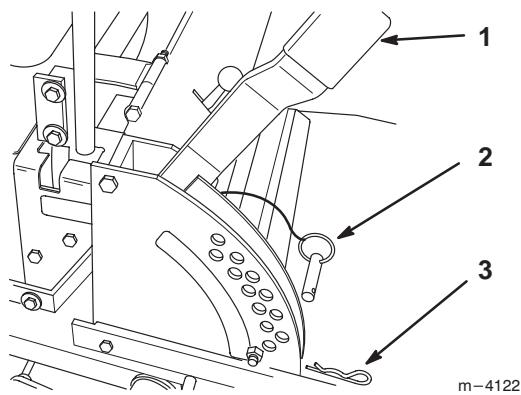

Figure 16
1. Lever le levier de hauteur de coupe en position de transport (correspondant à une hauteur de coupe de 114 mm (4-1/2")) (Fig. 16).
2. Pour régler la hauteur, retirer la goupille épingle et l'axe de chape du support de réglage (Fig. 16).
3. Choisir le trou du support de réglage correspondant à la hauteur de coupe souhaitée. Lever la poignée en position de transport et insérer l'axe de chape (Fig. 16).
4. Fixer l'axe de chape à l'aide d'une goupille épingle (Fig. 16).